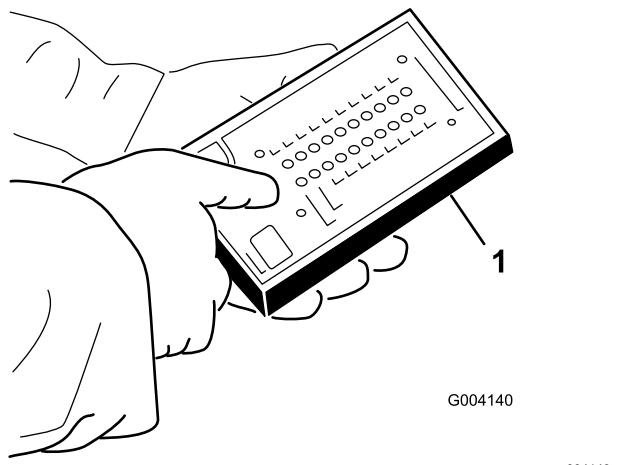

Figura 38
5. Collegate il connettore del display diagnostico ACE al connettore del cablaggio preassemblato (Figura 38).